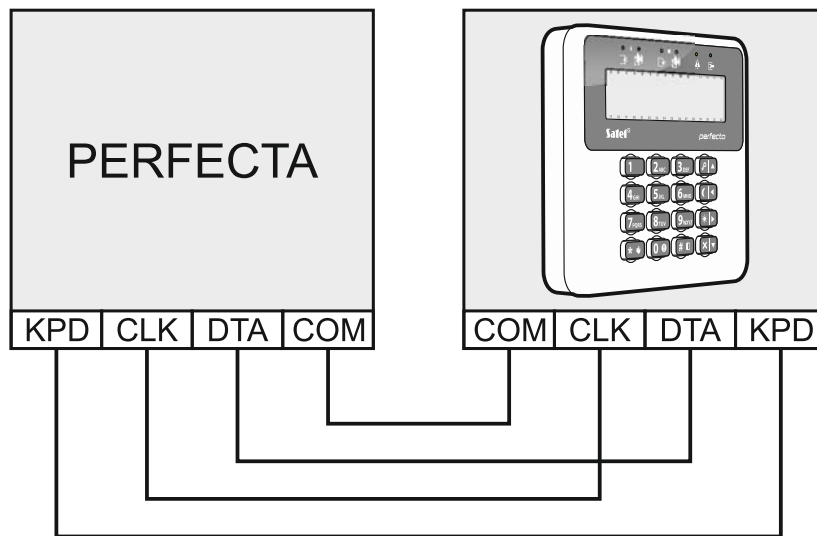

Fig. 4. Aansluiten van bediendelen op het alarmsysteem.
6. Sluit het bediendeel aan op de juiste aansluitingen (zie: Fig. 4).